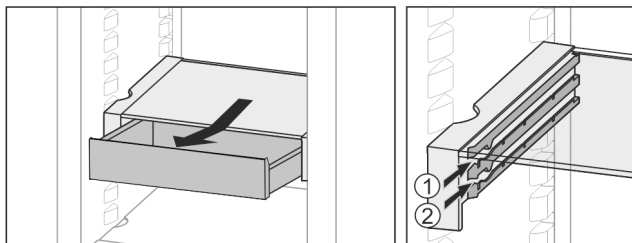

Fig. 25
- Introduceți la înălțimea dorită Fig. 25 (1) sau Fig. 25 (2).